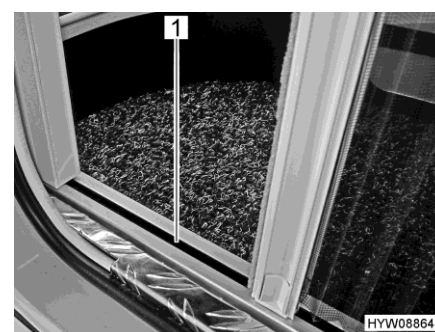

Fig. 57 Moustiquaire (guidage inférieur)
- ▷ Saisir la barre-poignée des deux mains pour fermer et ouvrir. Cela réduit le risque que la moustiquaire se coince dans les guidages (Fig. 57,1).